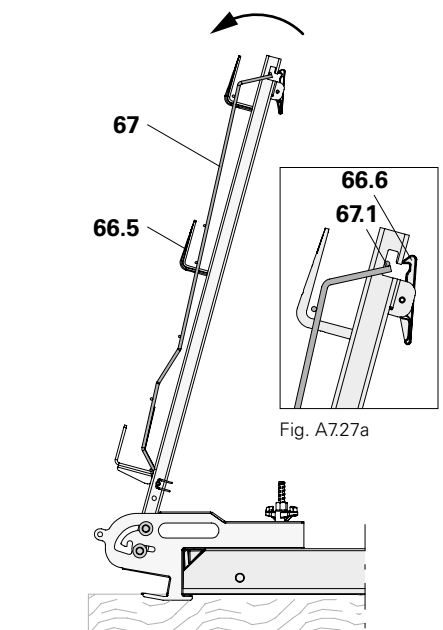

Fig. A7.27
2. Accrocher la barrière de protection grillagée (67) par le haut dans l'équerre en L (66.5). (Fig. A7.27)
4. Abaisser le montant de garde-corps, y compris la barrière de protection grillagée. (Fig. A7.27 + A7.28)